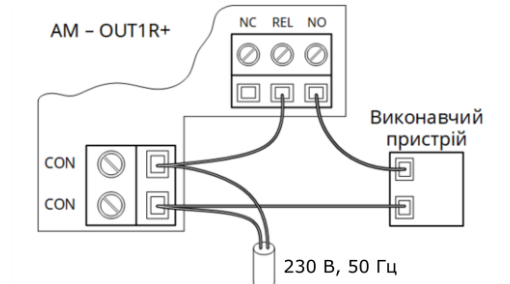

Рисунок 4.3 – Схема підключення виконавчих пристроїв до клем реле
4.2 Виконавчі пристрої слід підключати згідно з Рис. 4.3.